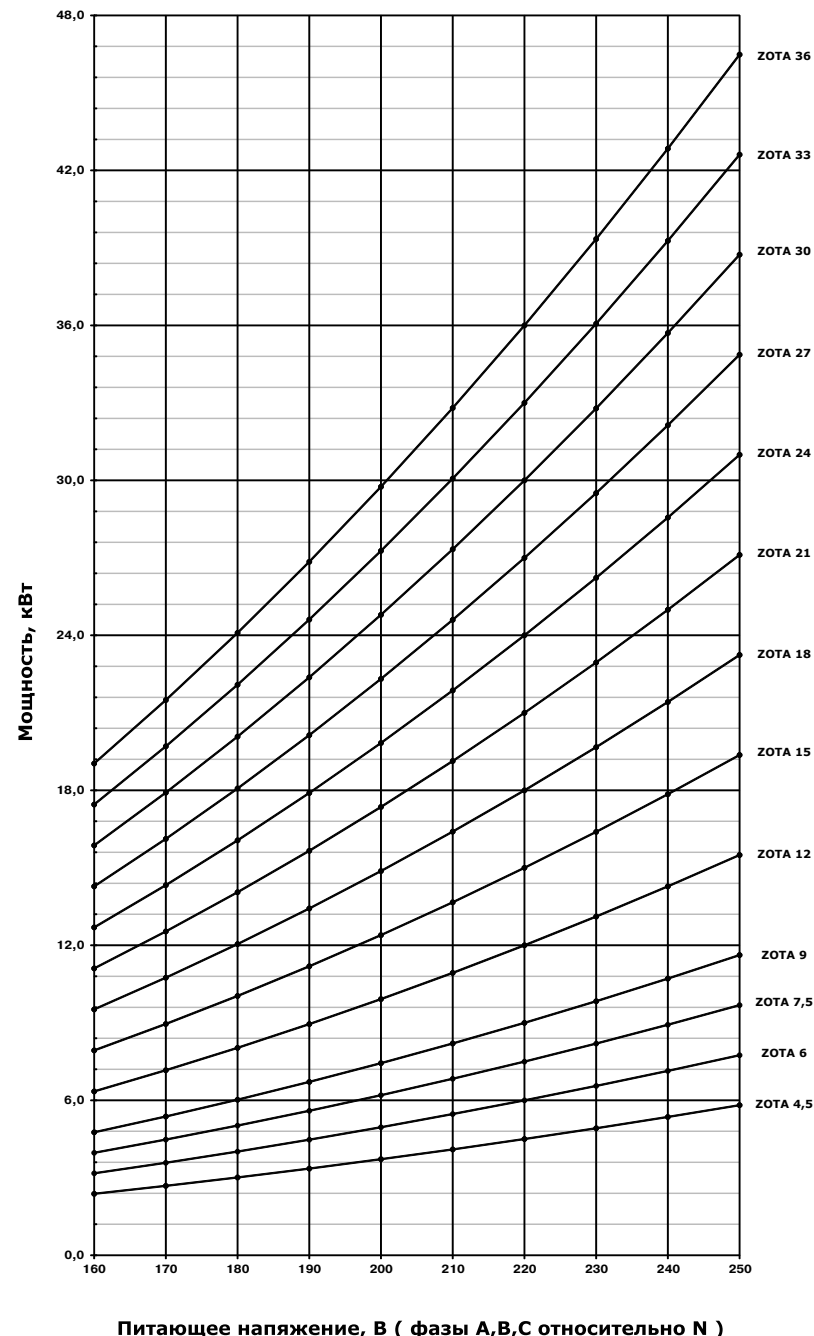

Рис.8 График изменения мощности миникотельной в зависимости от питающего напряжения
1.3. Миникотельная предназначена для работы в 3-х фазных сетях переменного тока напряжением 380 В, частотой 50 Гц с глухозаземленной нейтралью. Номинальное напряжение между нулем и – каждой фазой 220 В ±10% (в соответствии с ГОСТ 32144) от 200 В до 240 В. Миникотельные ZOTA – 4,5 «МК-S»; ZOTA – 6 «МК-S»; ZOTA – 7,5 «МК-S»; ZOTA – 9 «МК-S» можно использовать для работы в трехфазной 380 В, и однофазной 220 В, сетях переменного тока, частотой 50 Гц. Номинальное напряжение между нулем и питающей фазой при однофазном подключении 220 В ±10% (в соответствии с ГОСТ 32144) от 200 В до 240 В. При питании пониженным напряжением мощность миникотельной значительно снижается (см. приложение 2 Рис. 8).